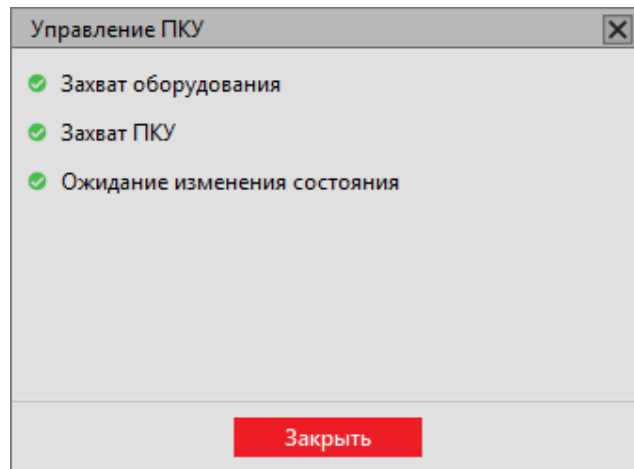

Рисунок 184 - Управление ПКУ
3. Дождитесь переключения и нажмите **Заккрыть** (Рисунок 184).